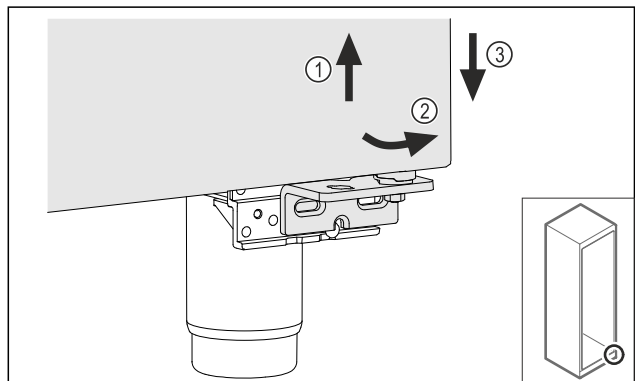

Fig. 27
- ▶ 将门稍微抬起 Fig. 27 (1)，底部向前倾斜 Fig. 27 (2) 并放下 Fig. 27 (3)。